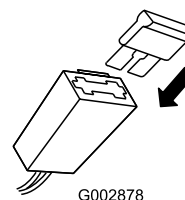

Figure 7
2. Placez le fusible dans le porte-fusible (Figure 7).